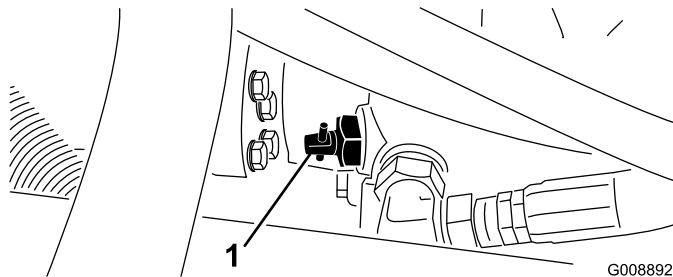

Figura 27
1. Localize a válvula de derivação na bomba (Figura 27) e rode-a 90°.